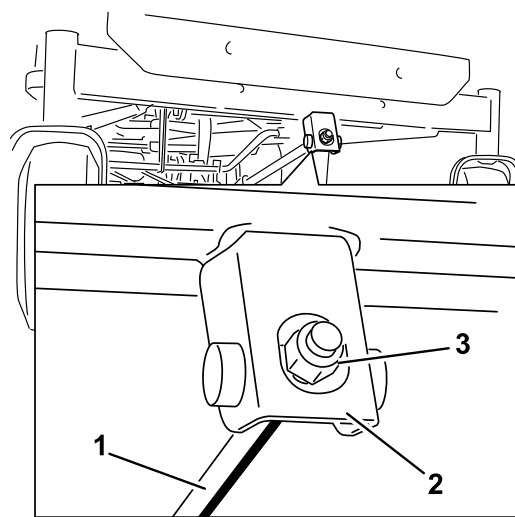

Figura 53
- Para ajustar a inclinação da lâmina da frente para trás, rode a porca de ajuste na parte da frente do cortador (Figura 53).